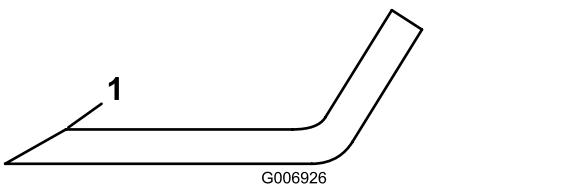

Figura 87
4. Inspecione as extremidades de corte de todas as lâminas. Se apresentar sinais de desgaste ou ranhuras, afie apenas a zona superior da parte cortante e mantenha o ângulo de corte original para garantir um desempenho eficaz da lâmina (Figura 87).